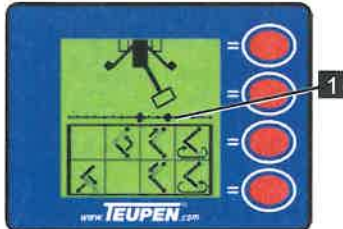

Abb. 143
– Im Display erscheint die Anzeige (Abb.143).